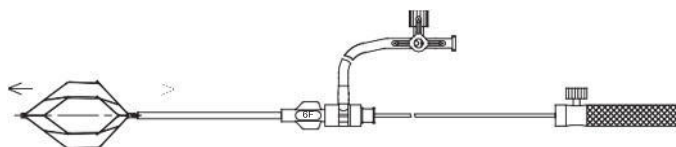

Рисунок 6
- 1.1.4 **Рисунок 6:** Потяните кова-фильтр и доставляющий кабель в противоположные стороны, как показано на следующем рисунке, и убедитесь в надежности соединения кова-фильтра с доставляющим кабелем.